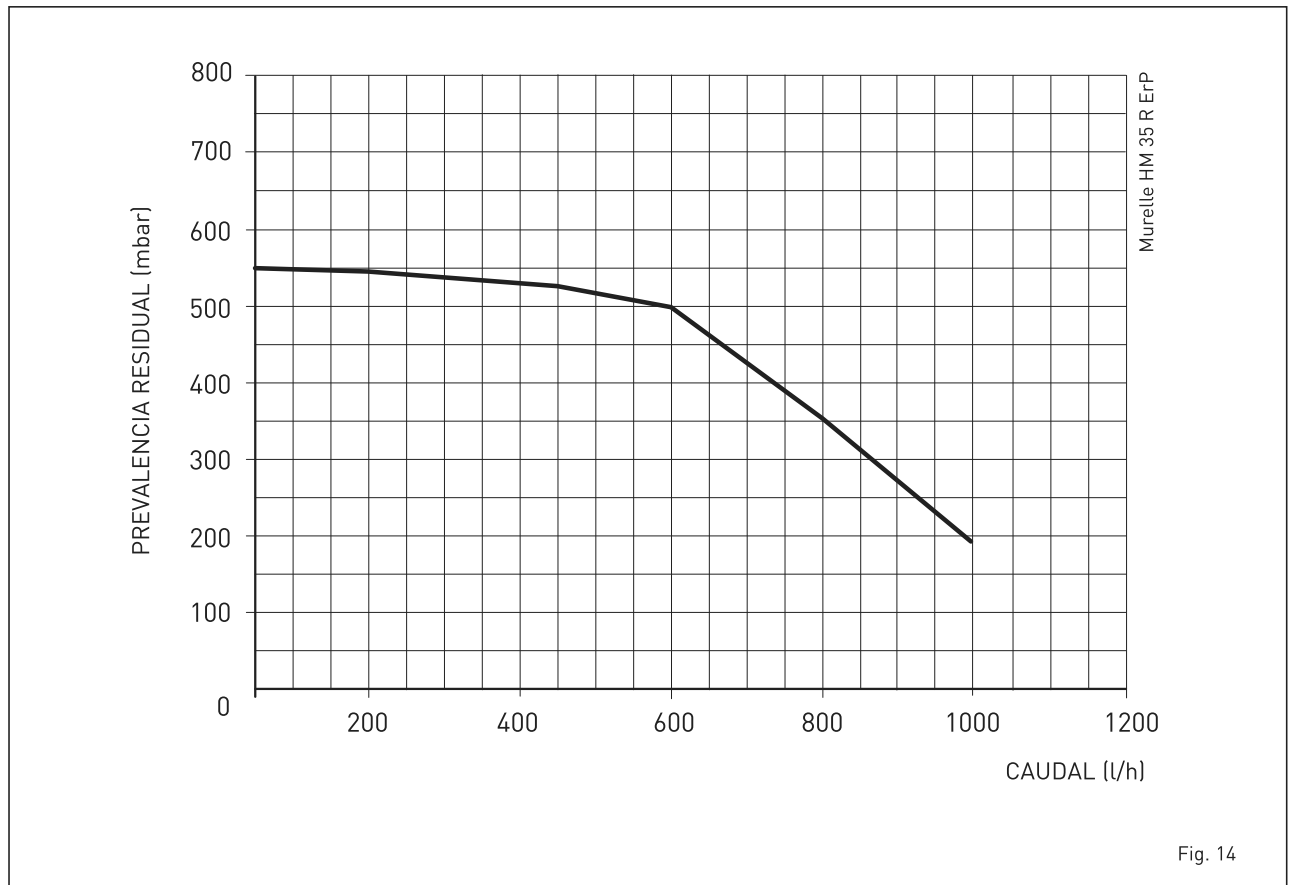

Fig. 14
3.8 ALTURA DE ELEVACION DISPONIBLE EN LA INSTALACION (fig. 14)
ción de calefacción está representada, en función de la capacidad, del gráfico de la fig. 14.